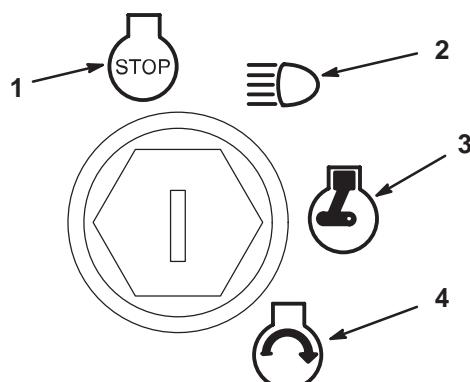

Figure 15
6. Tournez la clé de contact dans le sens des aiguilles d'une montre et maintenez-la en position Démarrage (Fig. 15).
3. Tournez la clé de contact à la position Contact coupé (Fig. 15).